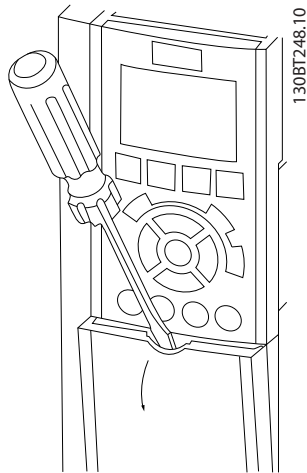

図 2.17 A2、A3、B3、B4、C3 および C4 エンクロージャーのコントロール配線アクセス
- ドライバーでアクセス・カバー・プレートを取り外します。図 2.17 を参照